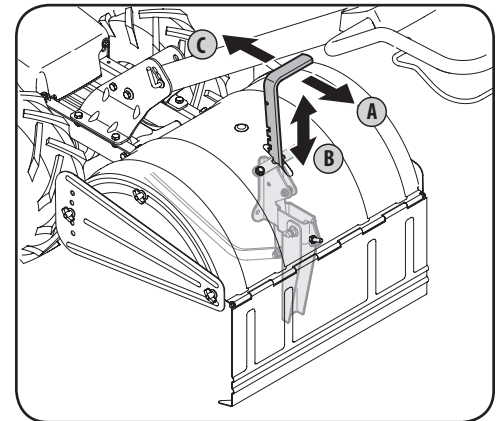

Figura 4-2
Tire la ménsula de ajuste de profundidad hacia atrás (A) y empuje hacia abajo (B) hasta que la ménsula alcance la muesca más alta. Vea la Figura 4-2. Luego suelte la ménsula (C).
Para ajustar la estaca de profundidad, tire la ménsula de ajuste de profundidad hacia atrás (A) y empuje hacia arriba o hacia abajo (B) hasta que la ménsula alcance la posición deseada, vea la Figura 4-2, luego suelte la ménsula (C).